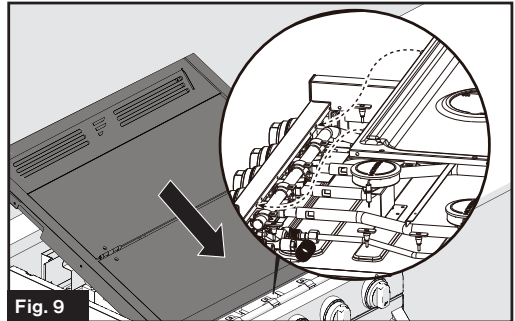

Fig. 9
1. Oriente las 2 pestañas de instalación de la tapa superior de vidrio de forma alineada con las ranuras de la parte posterior de la consola y colóquela sobre la cocina. (Fig. 9)